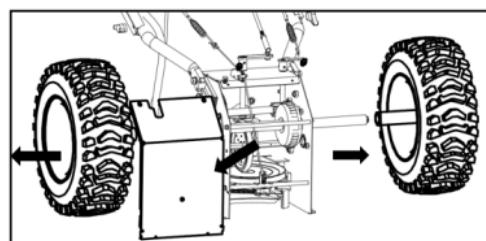

Рисунок 28
- б. Снимите левое и правое колёса, удалив защёлкивающиеся соединения, установленные по бокам колеса (см. рис. 28).